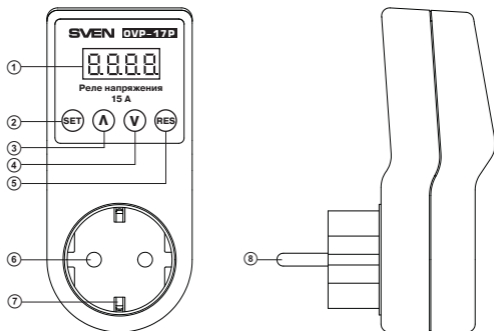

Рис. 1
**Описание конструкции** (рис. 1)
- ① 4-разрядный светодиодный индикатор для отображения величины напряжения сети, отображения значений настраиваемых параметров и индикации состояния реле напряжения
- ② SET: кнопка для перехода в режим программирования и выбора программируемых параметров
- ③ Λ: кнопка для увеличения значения устанавливаемого параметра
- ④ V: кнопка для уменьшения значения устанавливаемого параметра
- ⑤ RES: кнопка для сброса настроек
- ⑥ Защитные шторки
- ⑦ Контакты заземления
- ⑧ Вилка для подключения реле напряжения к розетке электрической сети ~220 В